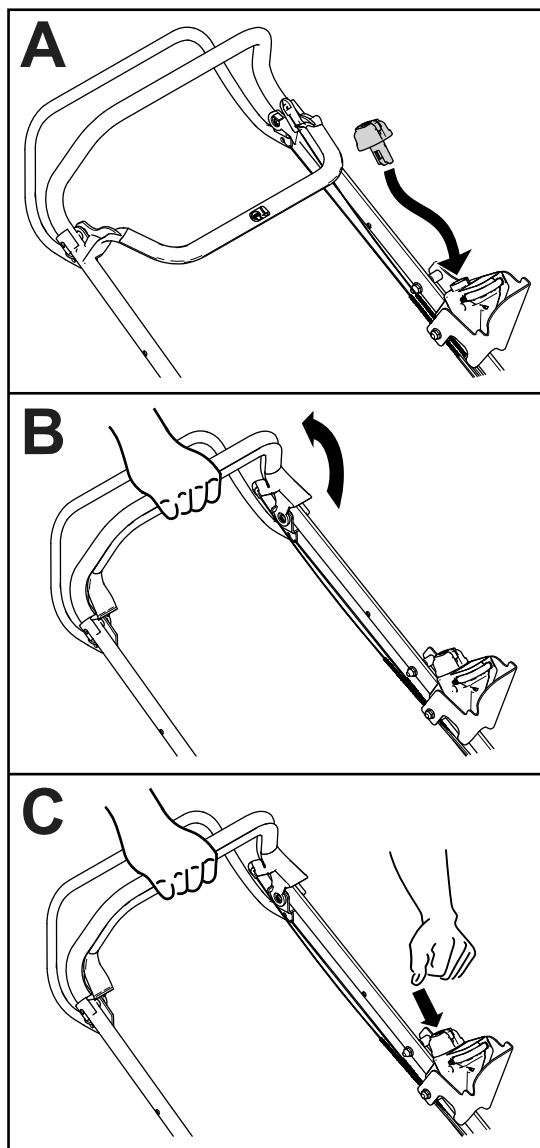

Bild 19
2. Stecken Sie den Elektrostarttaster siehe [Lage des Elektrostarttasters \(Seite 16\)] in den Elektrostartschalter (A in Bild 19).
3. Drücken Sie den Schaltbügel und halten Sie ihn gegen den Holm (B in Bild 19).
4. Halten Sie den Elektrostarttaster gedrückt, bis der Motor startet und das Messer sich zu drehen beginnt (C in Bild 19).